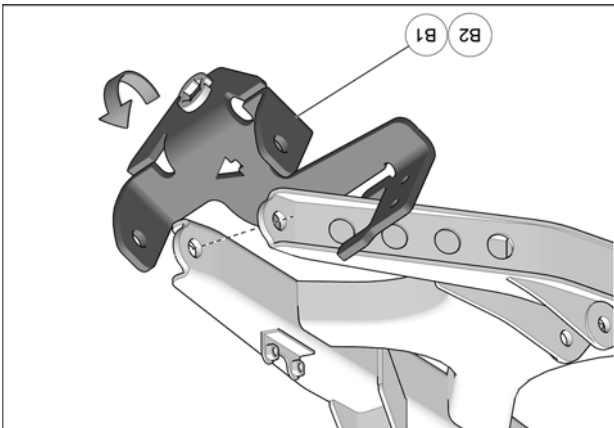

Fig. 6
6. Pivoter l'ancrage (B1-B2) vers le haut pour aligner les trous de fixation de l'ancrage aux trous présents dans le bras de suspension. Voir la Fig. 6